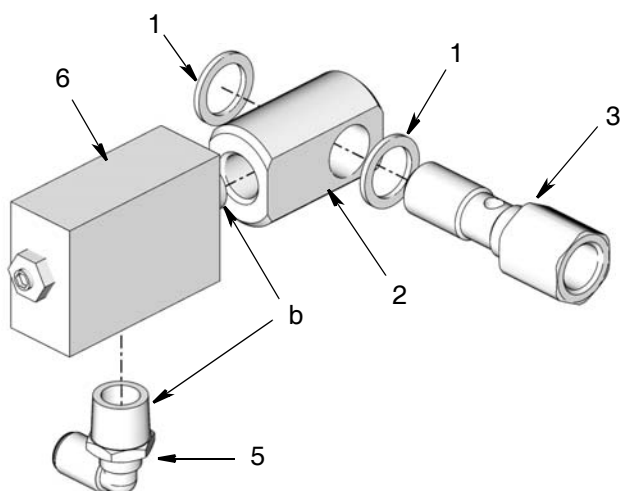
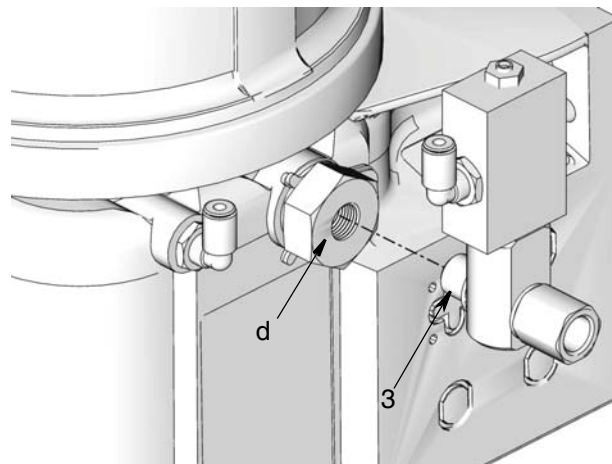

FIG. 4
FIG. 5
7. Aplique sellante para roscas (suministrado por el usuario) a las roscas (b) de la válvula de descompresión (6) (FIG. 4).
8. Instale la válvula de descompresión (6) en el racor banjo (2). Apriete con una llave (FIG. 4).
9. Instale una arandela (1) en la punta del perno banjo (3). Luego instale un racor banjo (2) en el perno banjo (3). Instale una segunda arandela (1) sobre la punta del perno banjo. (FIG. 4).
10. Aplique sellante para roscas (suministrado por el usuario) a las roscas (b) del segundo racor de codo (5) de 90°. Instale el racor en la válvula de descompresión. Apriete con una llave.
11. Instale el perno banjo (3) en el elemento de la bomba (d) (FIG. 5).